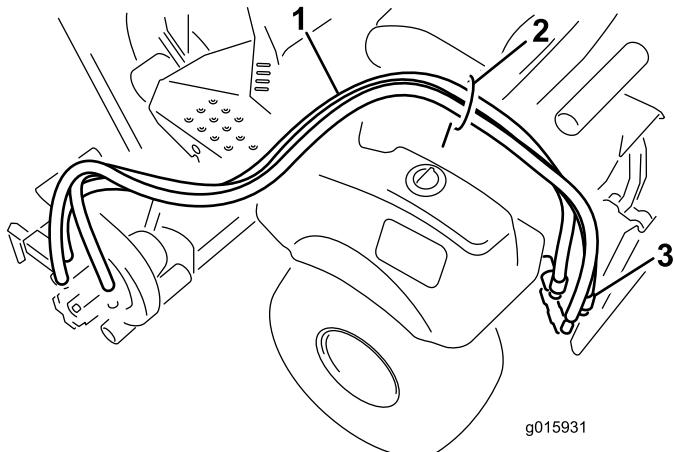

Figura 14
- Encaminhe a tubagem hidráulica através do guia de tubos e até à traseira da máquina (Figura 14).
- Ligue os tubos aos conectores traseiros remotos (Figura 14).